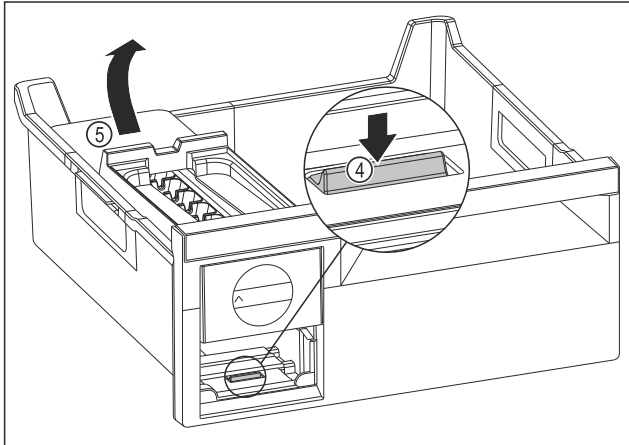

Fig. 79
- ▶ EasyTwist-Ice-corpus wegnemen: Strip Fig. 79 (4) met uw vinger omlaag drukken en gelijktijdig met de andere hand de EasyTwist-Ice-corpus Fig. 79 (5) van achteren optillen.